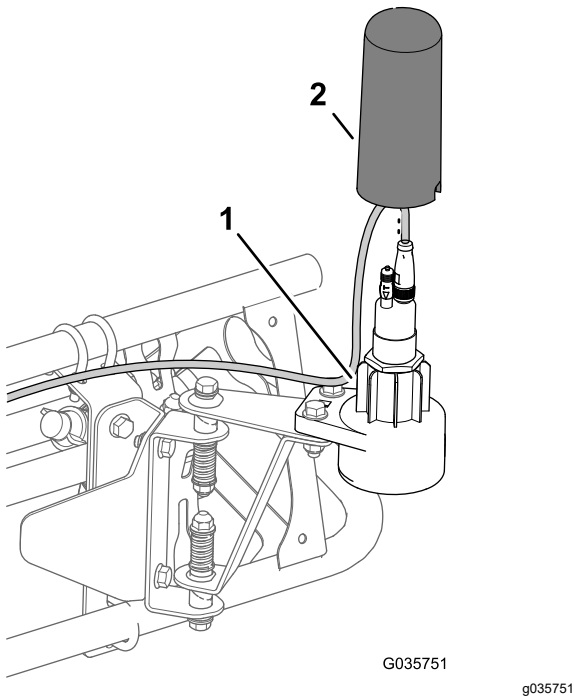

Figura 24
4. Instale la carcasa superior sobre el sensor y en la carcasa inferior (Figura 24).